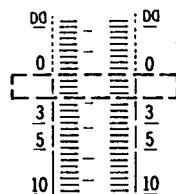

Fig. 11
- Régler VR703 (canal de gauche [VR704 (canal de droite)]) de telle sorte que la partie segmentée de 0dB soit à moitié éclairée. (Voir la Fig. 11.)